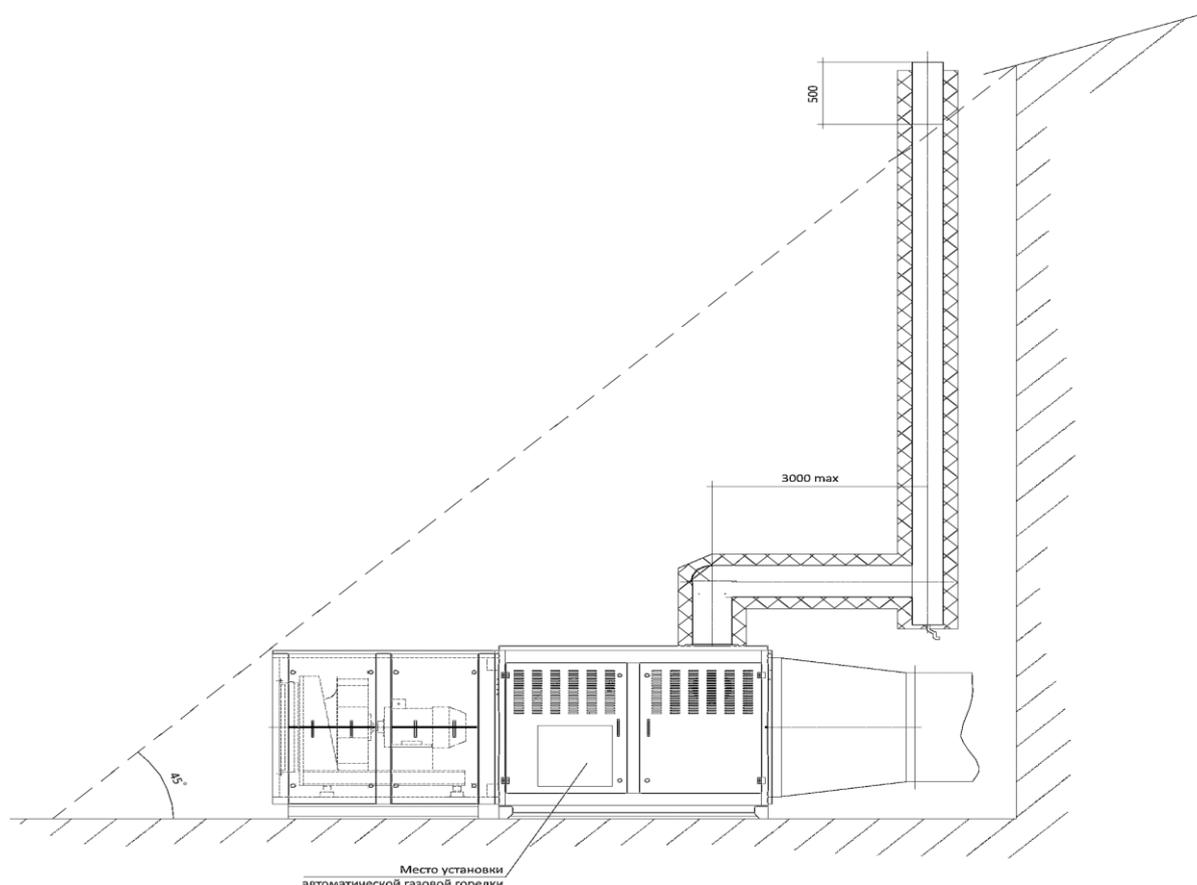

Рис. 23. Схема установки дымовой трубы нагревателя серии НЛ-11
- дымовая труба (рис.23), должна быть теплоизолирована.